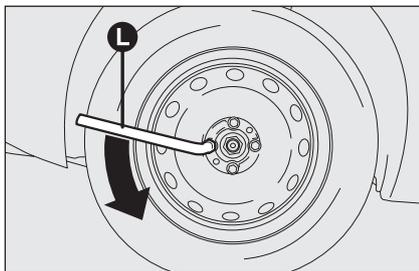

fig. 5
- allentare di circa un giro i bulloni di fissaggio, utilizzando la chiave in dotazione **L**-fig. 5; per vetture dotate di cerchi in lega, scuotere la vettura per facilitare il distacco del cerchio dal mozzo della ruota;